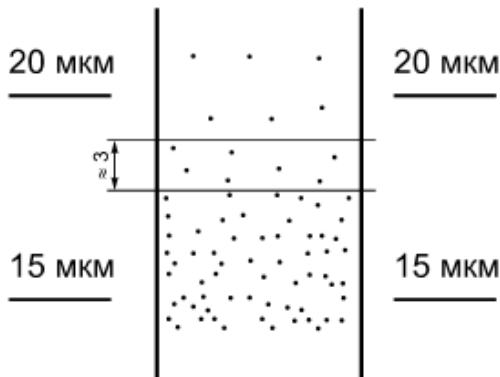

Рисунок 2.1 – Графическое изображение оценки результатов (частицы);
6. Определить показание шкалы прибора, соответствующее этой границе. Границу видимых частиц и агломератов определяют по положению верхнего края полосы шириной 2 - 3 мм, на которой видны от 5 до 10 частиц и агломератов (рис. 2.1). Отдельные